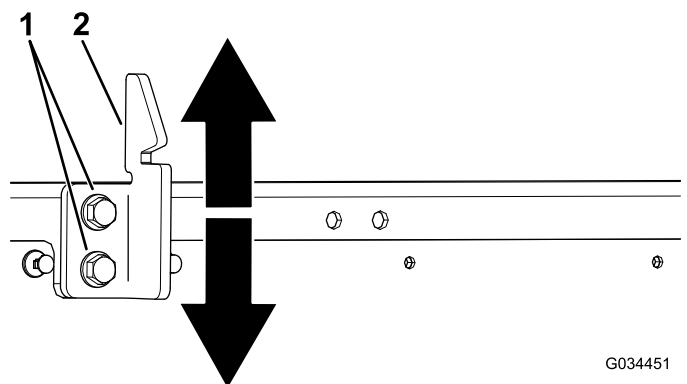

図 64
3. 荷台のラッチストライカのボルト2本をゆるめて、ストライカの上下位置を調整する 図 64。
4. ラッチストライカのボルト2本を締め付ける 図 64。